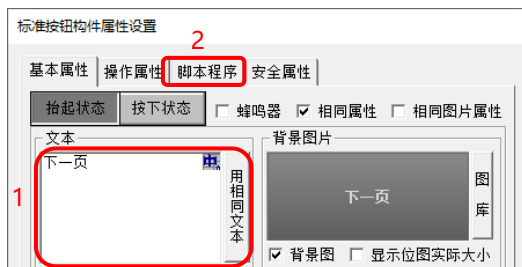
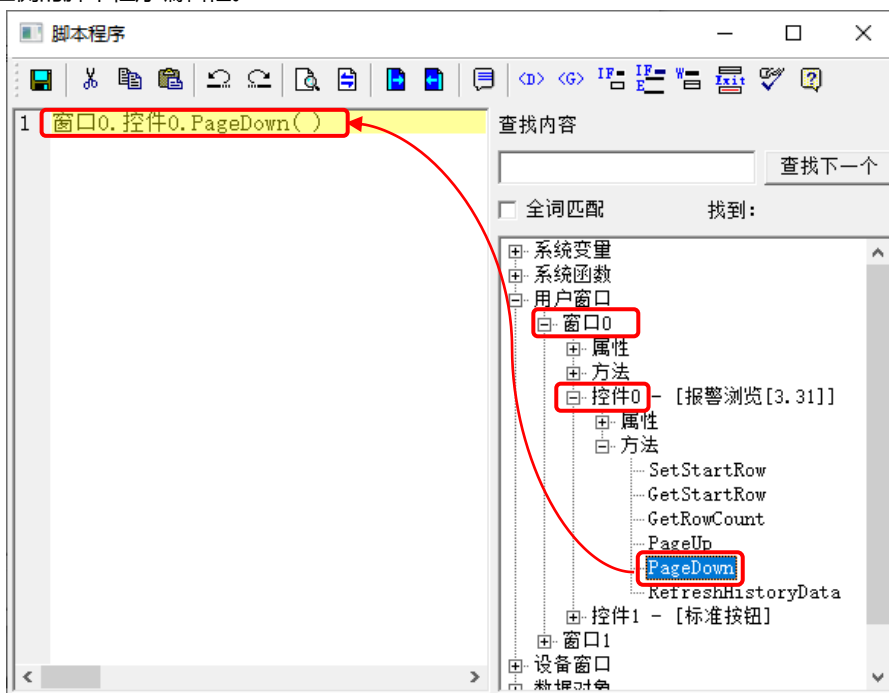

图 4.4-2 显示文本设置
图 4.4-3 报警浏览构件方法函数
- ④ 双击图 4.4-2 中的标准按钮构件，如图 4.4-3 所示，在其“基本属性”页修改显示文本，如修改为“下一页”。
- ⑤ 点击图 4.4-2 中的“脚本程序”，进入脚本程序功能页 → 点击“打开脚本程序编辑器”。按照步骤 3 展示的构件名称和所在窗口名称，在图 4.4-3 右侧对象树依次展开“窗口 0” → “控件 0” → “方法”，双击方法函数“PageDown”，将其添加到左侧的脚本程序编辑框。